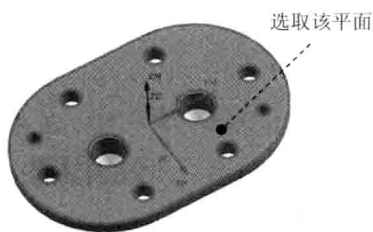

图 1.6 指定顶面
(1) 单击“定心钻孔”对话框 **指定孔** 右侧的  按钮, 系统弹出“点到点几何体”对话框, 单击 **选择** 按钮, 系统弹出“点位选择”对话框, 单击 **面上所有孔** 按钮, 系统弹出“选择面”对话框。
(2) 在图形区选取图 1.6 所示的面, 分别单击“选择面”对话框与“点位选择”对话框中的 **确定** 按钮, 然后再单击“点到点几何体”对话框中的 **优化** 按钮、
Step2. 指定顶面。单击“定心钻孔”对话框指定顶面右侧的按钮，系统弹出“顶部曲面”对话框；在“顶部曲面”对话框的顶面选项下拉列表中选择面选项，然后选取图 1.6 所示的面；单击“顶部曲面”对话框中的确定按钮，返回“定心钻孔”对话框。